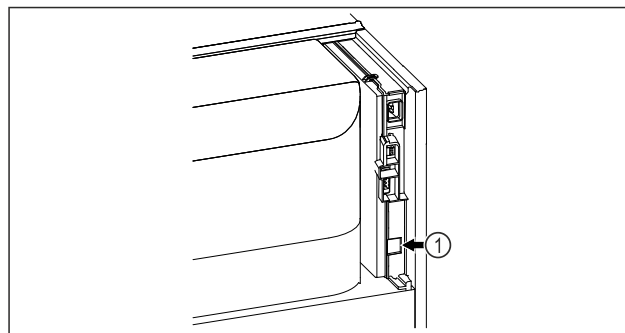

Fig. 95
- Założono SmartModule Fig. 95 [1].